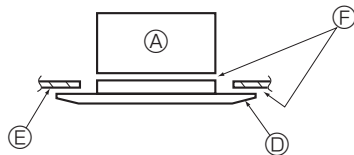

Fig. 5-8
- \* Assurez-vous qu'il n'y a pas d'espace entre l'appareil principal et la grille, et entre la grille et le plafond. (Fig. 5-8)